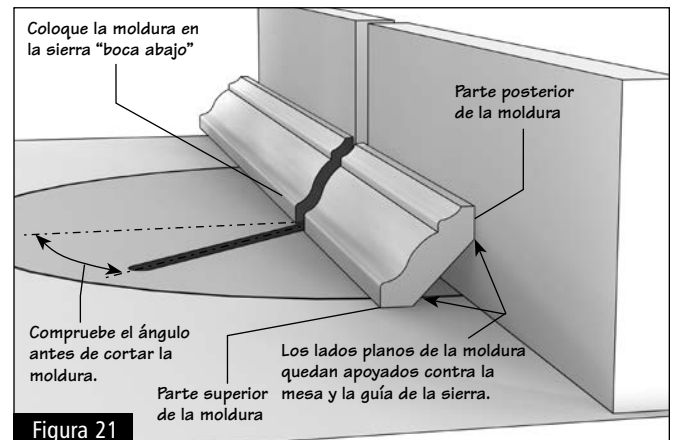

Figura 21
- 7.4** Cuando recorte las molduras, recuerde que la posición correcta de la moldura en la caja de ingletes es boca abajo con el borde inferior contra la guía de la sierra. (Figura 21)